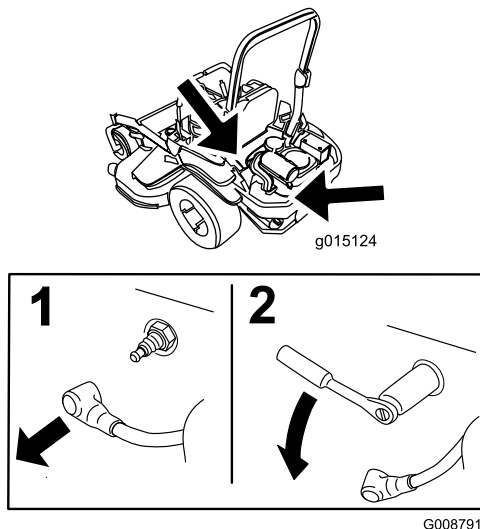

Figure 42
3. Localisez et déposez les bougies (Figure 42).